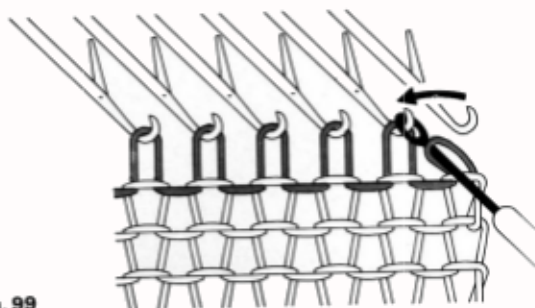

Fig. 99
- Reporter la maille du bord du tricot sur l'aiguille voisine (voir explication report de maille, page 28) (fig. 99),